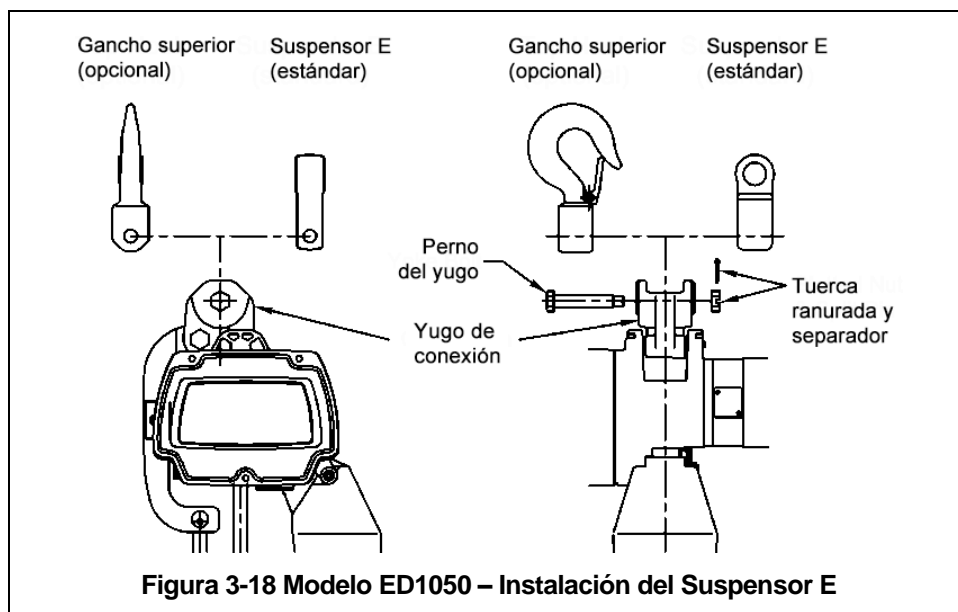

Figura 3-18 Modelo ED1050 – Instalación del Suspensor E
- 2) La configuración estándar para los polipastos/tecles ED1050S/DS es acoplar el polipasto/tecle directamente al trole con el Suspensor "E", como se muestra en **Figura 3-18**.
- 4) Consulte **Figura 3-18**. Retire el ensamblaje del gancho superior retirando el separador de la tuerca ranurada. Retire la tuerca ranurada, saque el pasador superior y retire el gancho superior. Reemplace con el Suspensor E, vuelva a colocar el pasador superior, la tuerca ranurada y el separador. Asegúrese de doblar los extremos del separador lejos entre sí lo suficiente como para que el separador permanezca cautivo en el pasador superior. Sujete el polipasto/tecle al trole.